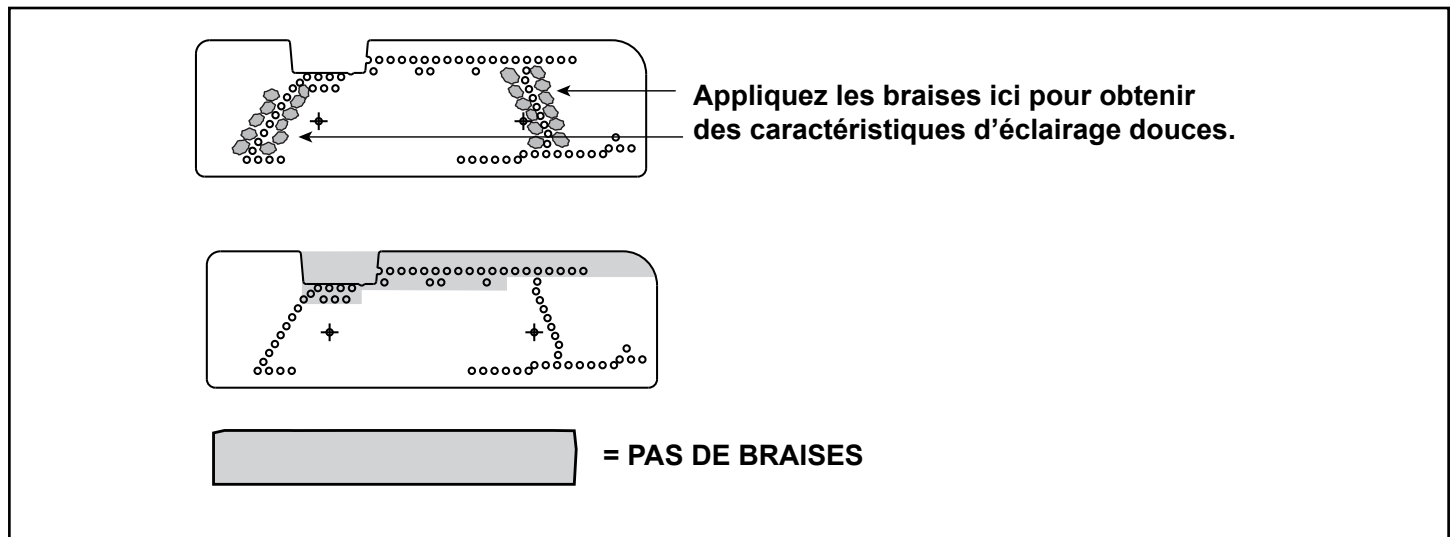

Figure 11.3 Emplacement du support/des braises du brûleur
- Les braises ne peuvent être placées que dans les zones illustrées à la figure 11.3.